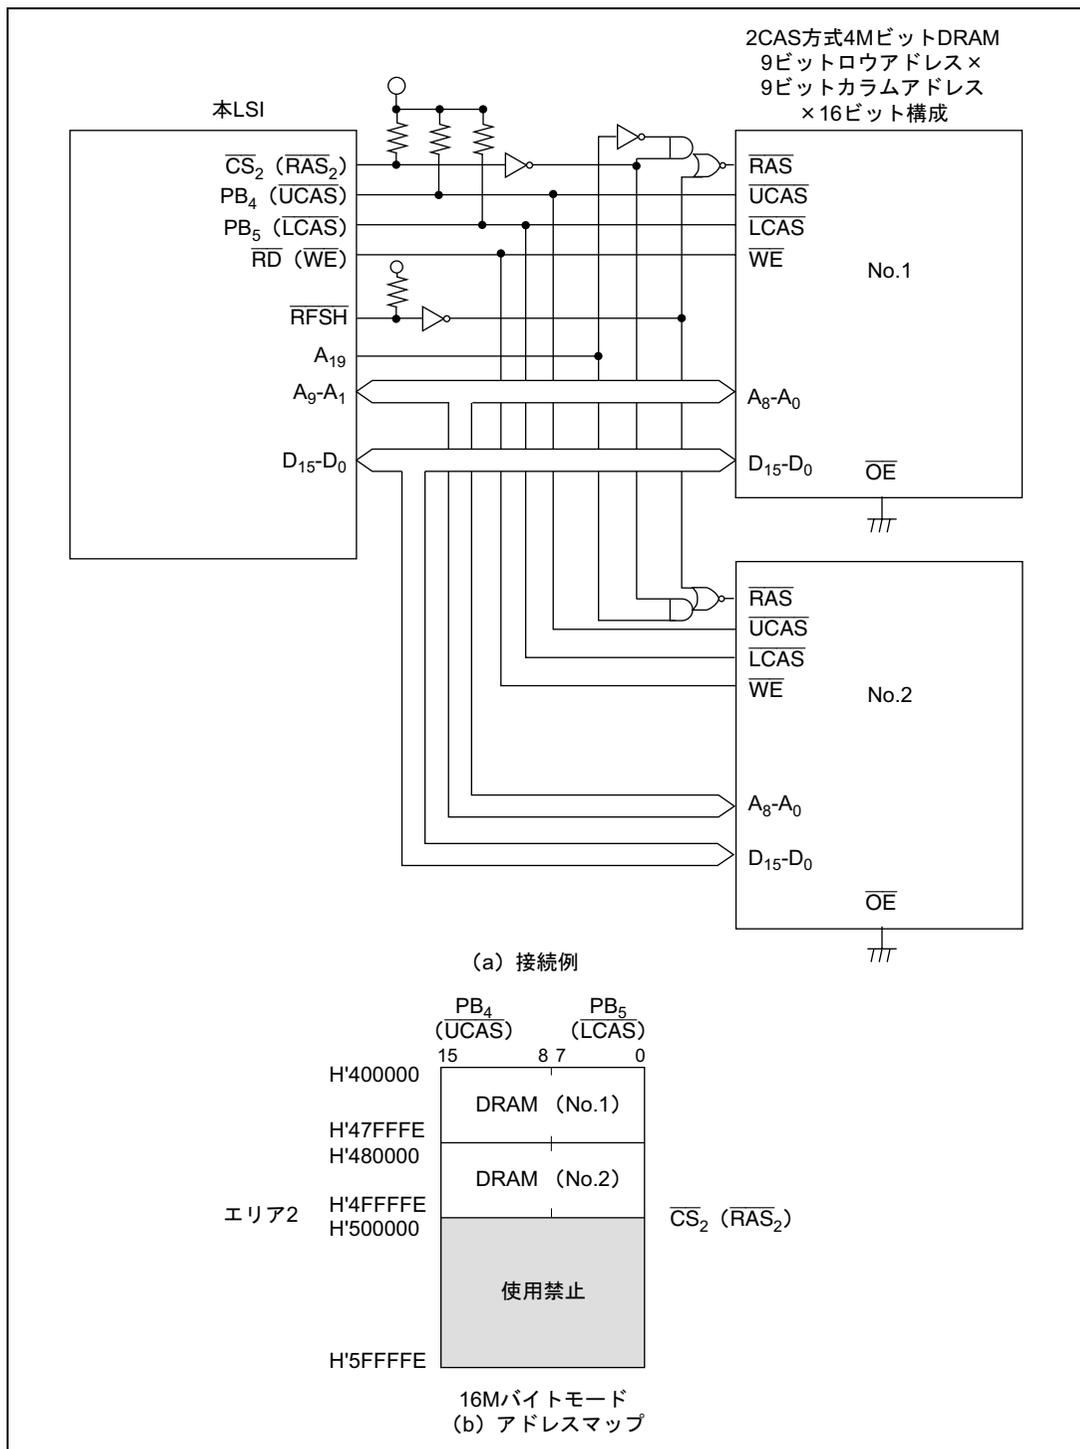

図 6.33 ×16ビット構成（2CAS方式）の4MビットDRAMの接続例とアドレスマップ
- (3) 図6.33に4MビットDRAMを2個使用する場合の接続例とそのアドレスマップを示します。9ビットロウアドレス×9ビットコラムアドレスのタイプのものを使用しています。本例では上位アドレスをデコードすることにより、複数のDRAMを1つのエリアに接続しています。この場合、すべてのDRAMを同時にリフレッシュする必要があるため、 $\overline{\text{RFSH}}$ 端子を使用します。